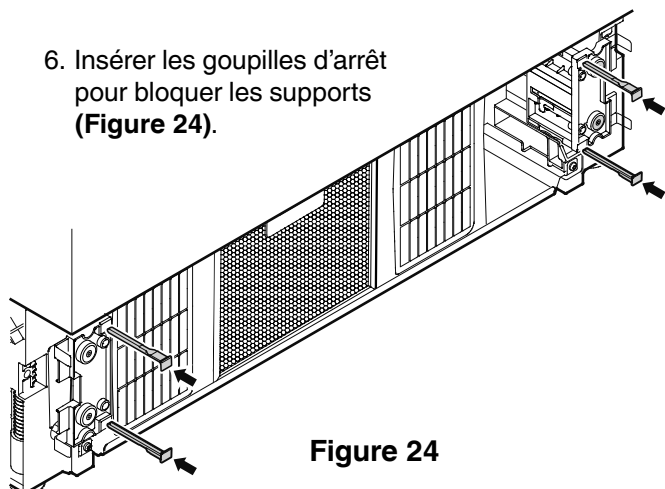

Figure 24
6. Insérer les goupilles d'arrêt pour bloquer les supports (**Figure 24**).